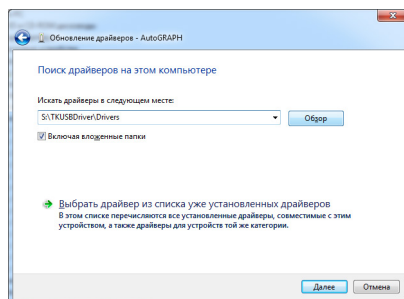

Рис.3.
5. Укажите путь к папке, в которую ранее были распакованы файлы драйвера и нажмите кнопку «Далее» (рис.3).